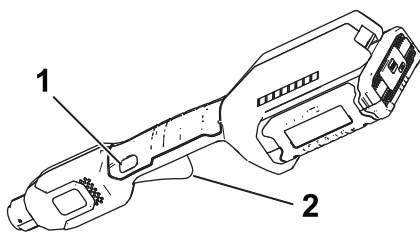

Figura 8
4. Para arrancar la desbrozadora, presione el botón de bloqueo y apriete el gatillo de velocidad variable (Figura 8).